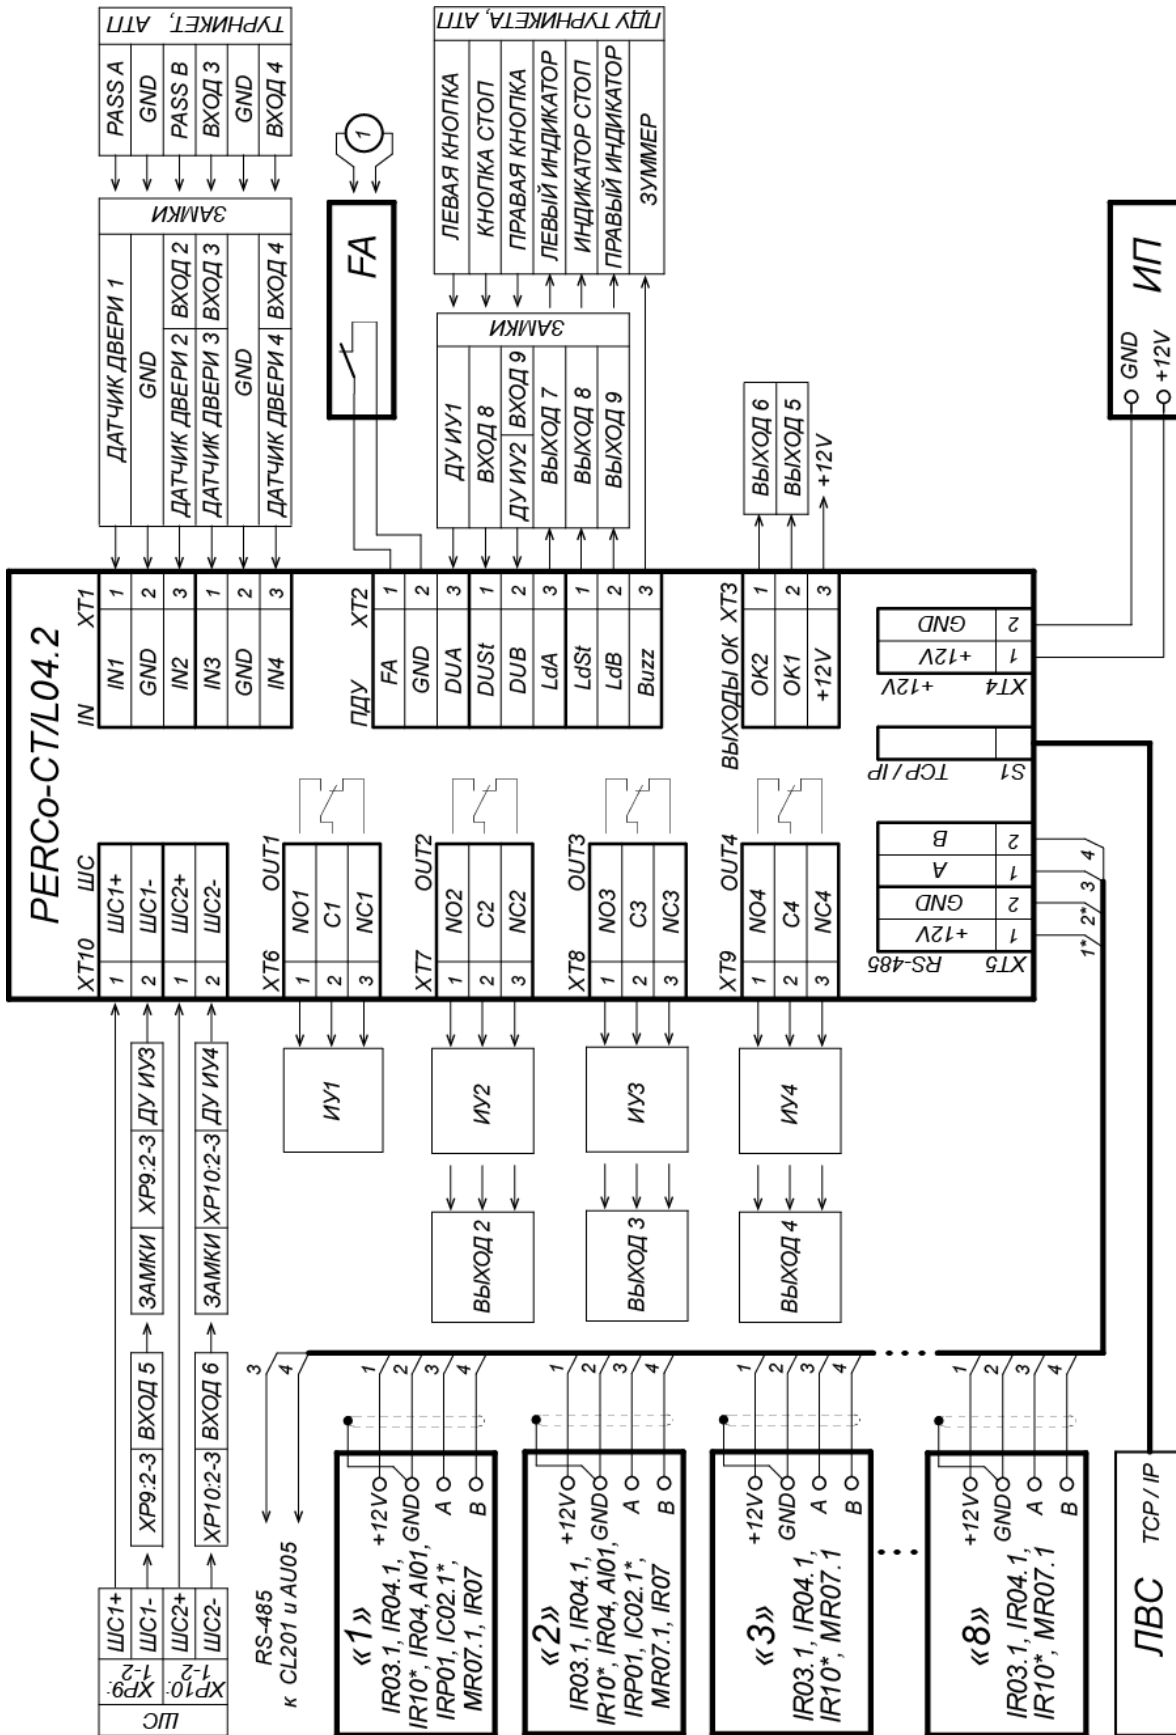

Рисунок 3. Общая схема подключений
При подключении к RS-485 руководствуйтесь инструкциями на подключаемые устройства и схемой, представленной на рис. 3. Для подключения линии связи RS-485 к контроллеру применяется кабель типа №2 (см. табл. 5).
Возможны следующие варианты подключения считывателей (см. рис. 3):
Подключение к контроллеру осуществляется согласно схемам, представленным на рис. 3 - 14. Используемые типы кабелей указаны в табл. 5. Расположение клеммных колодок на плате контроллера указано на рис. 1.
7. Установите ИП, подключите кабель от ИП к клеммной колодке **XT4** нижней платы контроллера согласно схеме, представленной на рис. 3.
- Подключение замка производится к клеммным колодкам **XT6-XT9** нижней платы контроллера в соответствии со схемами подключения (см. рис. 3 - 5).
Аварийная разблокировка (аварийное открытие прохода) исполнительных устройств производится по команде устройства аварийной разблокировки (аварийного открытия прохода) *Fire Alarm*. Устройство *Fire Alarm* подключается к входу контроллера FA (контакты FA и GND клеммной колодки XT2, см. рис. 3, 5, 10). При отсутствии устройства *Fire Alarm* на вход должна быть установлена перемычка проводом (установлена при поставке). Параметры для сигнала FA указаны в разд. 5.5.2. При подаче управляющего сигнала на вход FA контроллер переводится в режим *Fire Alarm*. В этом режиме все подключенные ИУ разблокируются (открываются) для прохода в обоих направлениях. Другие команды управления при этом игнорируются.